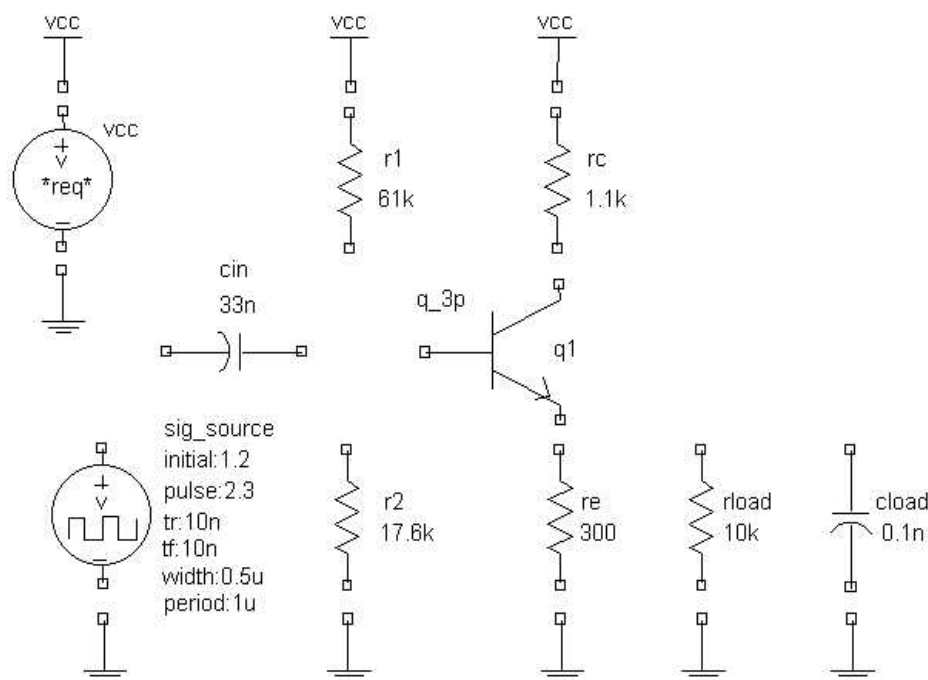

图 4 单级晶体管放大器符号属性值
一旦所有部件均在原理图上布局，你可在每个符号上设定本设计专用的属性值。图 4 表示了要用的一些参数。
- 5) 例如，将光标放在图 4 中所示 rload 字段的端部，并用 10k 替换 \*opt\*。
- 2) 如表一所示填充 Property Editor 对话框中的字段。表格中的符号参数值对应于图 4 所示的参考值。在改变参考值以前，它们已具有 ref 值如 v1,res1,c1 等。如果在 Property Editor 中出现的参数在表中未列出，请不要改变它的内定值。